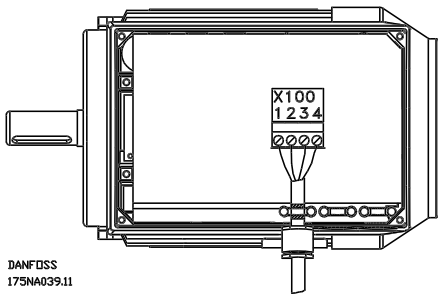

Fig. 3 / Abb. 3
4. Monter det medleverede kabel mellem FCM 300 og betjeningsenheden, og displayet vil være klar. Se fig. 3.
4. Mount the delivered cable between FCM 300 and the control unit. Now the display will work. See fig. 3.
4. Das mitgelieferte Kabel zwischen FCM 300 und der Fernbedieneinheit montieren. Jetzt ist das Display betriebsbereit. Siehe Abb. 3.